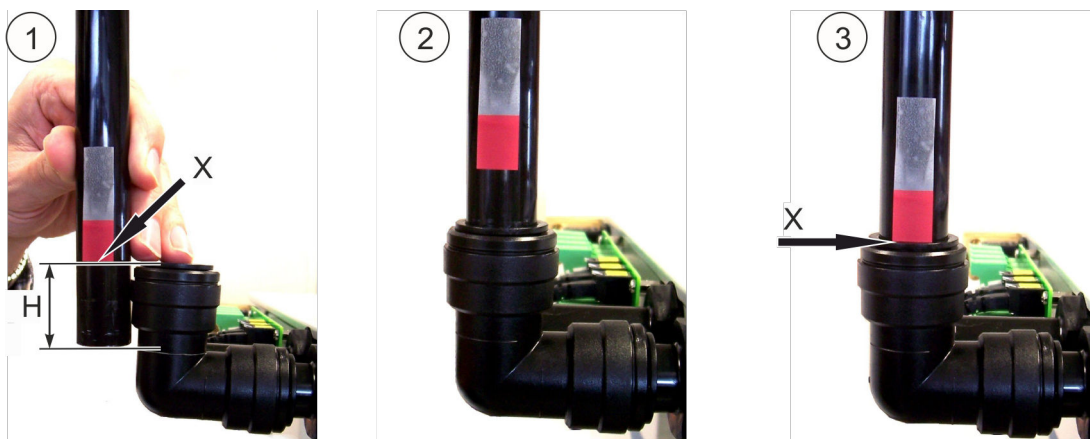

Fig. 31: Montaggio
1. ➤ [Fig. 31/1]: Marcare la profondità d'inserimento (Fig. 31/H) del tubo (Fig. 31/X). Usare la linea guida nell'angolare tubo! Profondità d'inserimento (H) ca. 33 mm.
2. ➤ [Fig. 31/2]: Inserire il tubo senza serrarlo.
3. ➤ [Fig. 31/3]: Premere il tubo con forza fino a quando s'innesta in posizione in modo udibile e avvertibile nella battuta di arresto e nella marcatura (Fig. 31/X).